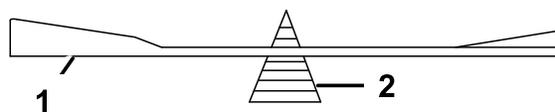

Рисунок 82
2. Проверьте балансировку ножа с помощью балансировочного устройства для ножей (Рисунок 82).